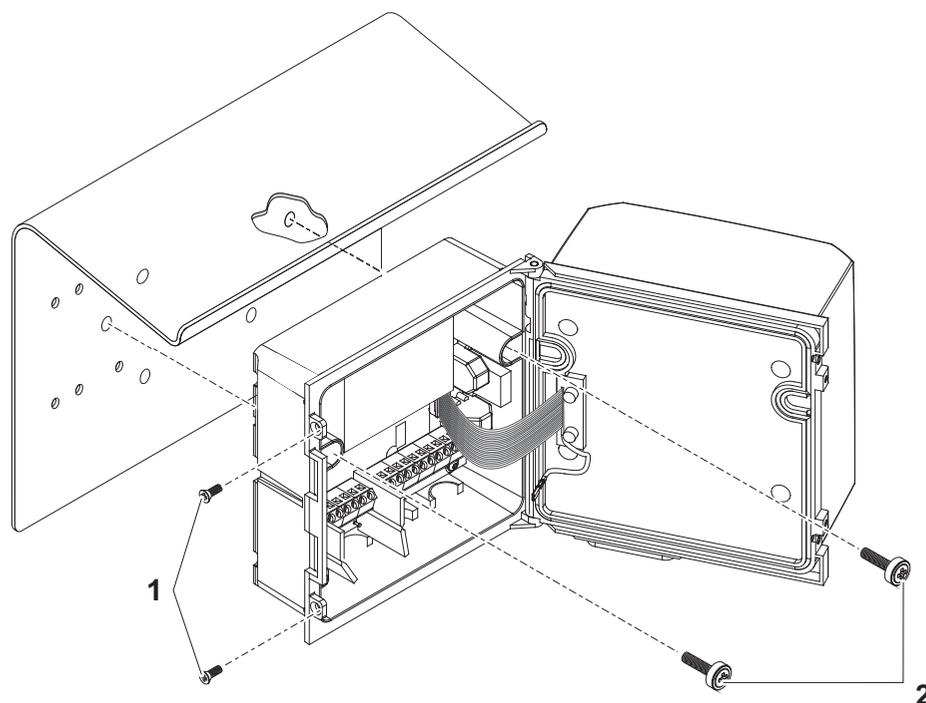

Fig. 3-8 Montaggio di DIQ/S 28X con schermo solare SD/K 170
- 1 Rimuovere le due viti a testa svasata (pos. 1 - Fig. 3-8) e aprire il coperchio del modulo.
- 2 Posizionare il Trasmettitore Universale sullo schermo solare e fissarlo in posizione con le due viti (pos. 2 - Fig. 3-8).
- 3 Chiudere e assicurare il coperchio con le due viti a testa svasata (pos. 1 - Fig. 3-8).